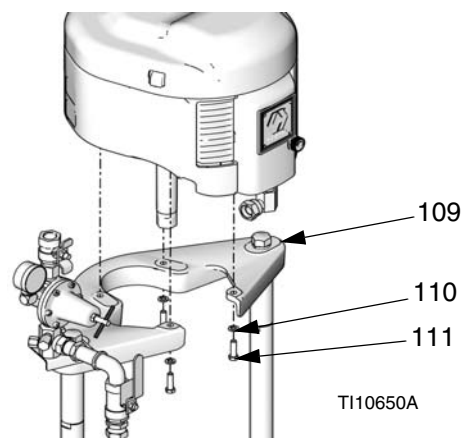

FIG. 26: NXT en D60 con plato seguidor pequeño
- b. *En NXT con plato más pequeño:* Si se retiró el motor, apriete los tornillos prisioneros (111) y arandelas (110) de la abrazadera de soporte (109). Vea FIG. 26 en la página 26.
1. Con un montacargas, fije el motor a la placa de soporte (109) con tornillos (111) y arandelas (110). Vea FIG. 26 en la página 26.